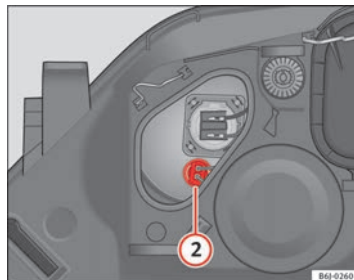

Fig. 149 Luci di posizione
- Estrarre il connettore ⇒ fig. 149 ② tirando verso l'esterno.